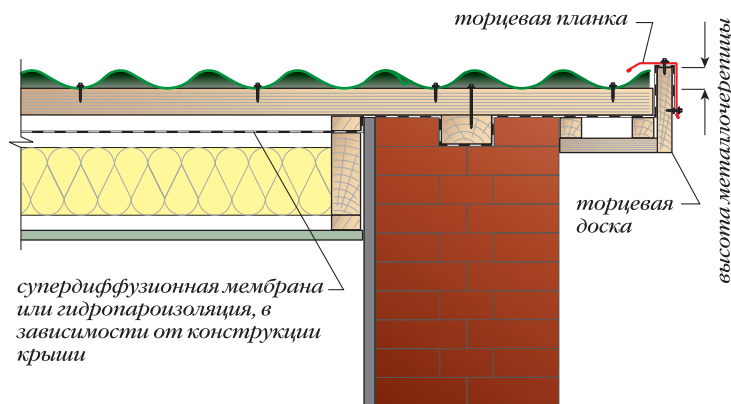

Рис. 73. Вариант решения фронтонного свеса
Если Вы предусматриваете фронтонные свесы (рис. 73), например, 0,5 м, то необходимо продлить на эту длину горизонтальные доски обрешетки, снизу по их концам установить усиливающий брус от конька до карниза. К этому брусу крепится торцевая доска (предварительно на нее выводится гидроизоляция). Затем набиваются соединительные бруски, по которым будет выполняться подшивка свеса. Торцевую доску крепят на
12. Установка торцевой планки (рис. 73).